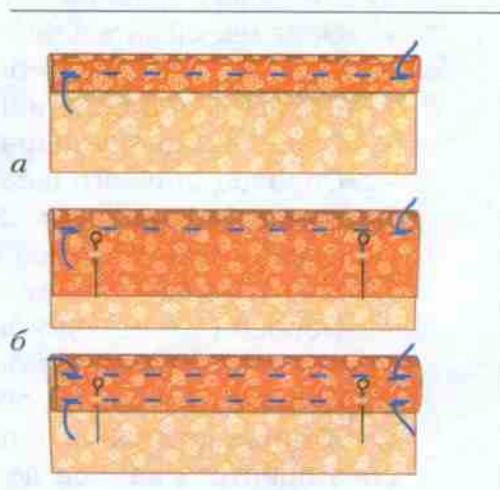

Рис. 68. Замётывание: а — с открытым срезом; б — с закрытым срезом
точно по намеченной линии, проложить ручные прямые стежки, начало и конец строчки закрепить ручной закрепкой (рис. 68, а).
Замётывание с закрытым срезом. Припуск на подгибку детали подогнуть на изнаночную сторону так, чтобы сгиб прошёл точно по намеченной линии. Заколоть булавками. Проложить ручные стежки близко к сгибу. Подогнуть срез ещё раз. Заколоть булавками. Ширина подгибки должна быть одинаковой по всей длине детали. Проложить ручные стежки близко ко второму сгибу (рис. 68, б).
2. Заметай, подвернув один раз край детали «Образец шва вподгибку с открытым срезом» (см. рис. 68, а) (ширина шва — 8 мм).
3. Заметай, подвернув дважды край детали «Образец шва вподгибку с закрытым срезом» (см. рис. 68, б) (ширина шва — 3 мм).